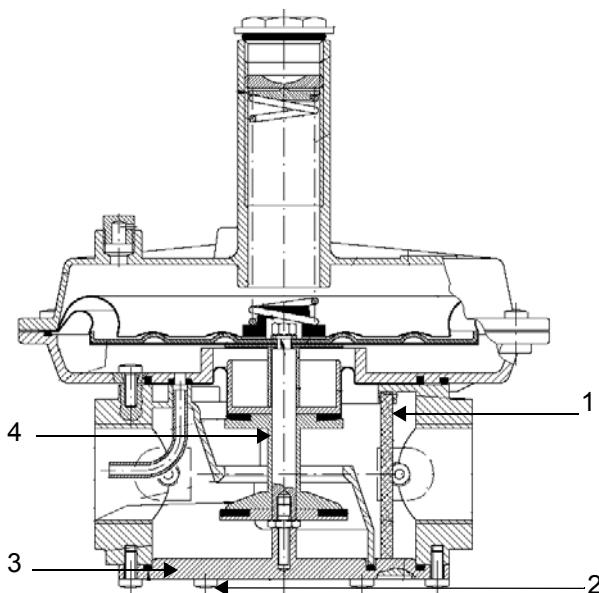

Fig. 24 -
- Снять и почистить регулятор сжатого воздуха, **A** на Рис. 24.
Снять и почистить регулятор мазутного топлива, **B** на Рис. 24.